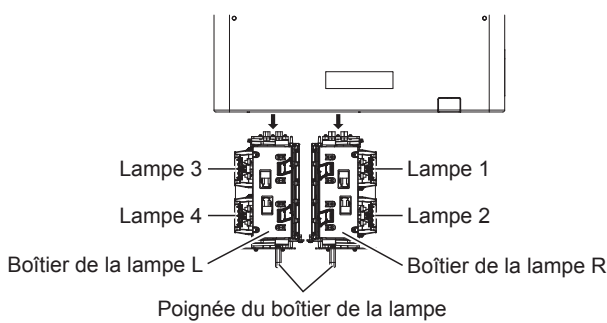

Fig. 3
- ii) Maintenez la poignée du boîtier de la lampe sur le côté où la lampe à remplacer a été fixée, puis retirez le boîtier de la lampe vers l'arrière. (Fig. 3)